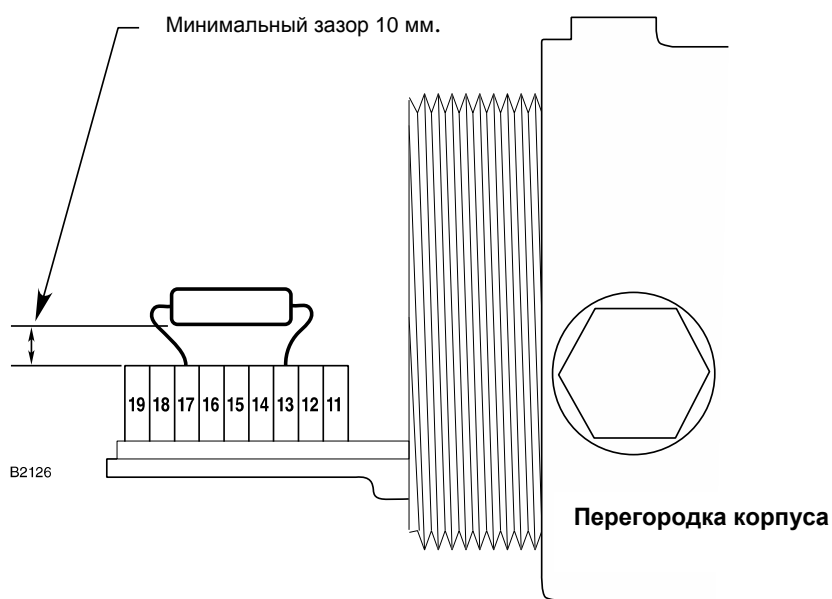

Рис. 8. Пример монтажа окончного сопротивления EOL.
3. Сопротивление должно быть установлено как показано на рис. 8.